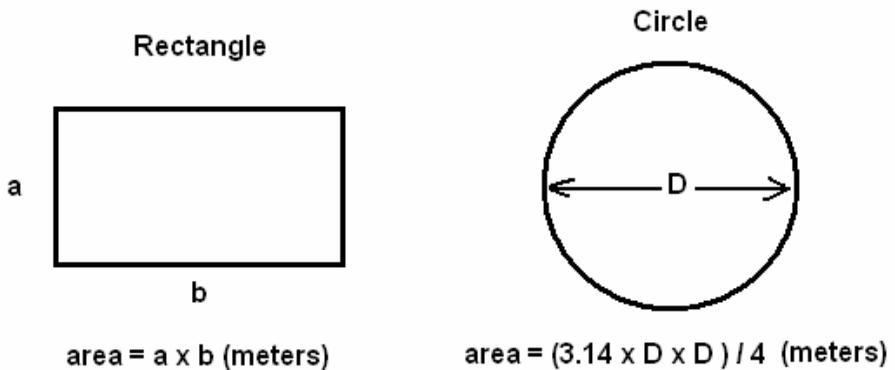

Figure 3 : Free Area of Air Duct
\* 按下此鍵也可以輸入風量測量的風管面積 (參見Figure 3)
4. 之前儲存的風管面積會出現在螢幕上方，若要輸入新的風管面積，按下 AREA (數字0) 按鍵 (參照Figure 3)，此時螢幕下方的四位數字會變成空白，使用者就可輸入風管面積
4. 之前儲存的風管面積會出現在螢幕上方，若要輸入新的風管面積，按下 **AREA (數字0)** 按鍵 (參照Figure 3)，此時螢幕下方的四位數字會變成空白，使用者就可輸入風管面積